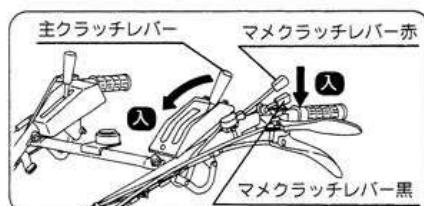

図18
- ③ 主クラッチレバーを徐々に前方に倒して、「入」位置にしてゆっくり発進してください。ハンドルを握ったまま、黒色のマメクラッチレバーを親指で静かに下に押して発進させることもできます。（図18）